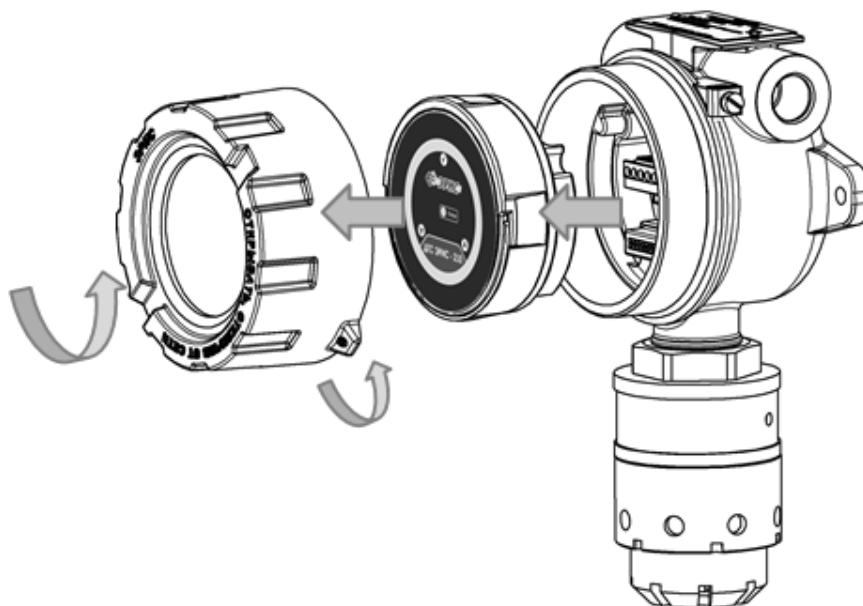

Рисунок 22- Схема разбора газоанализатора
1) Открутить стопорный винт на верхней крышке газоанализатора (рис. 22). Открутить крышку по резьбе руками, без использования дополнительных инструментов, проверить наличие уплотнительного кольца. Снять электронный модуль с разъемов, потянув его на себя за полукруглую ручку "дугу" (не делая вращательного движения). Во время проведения работ избегать попадания влаги в датчик.